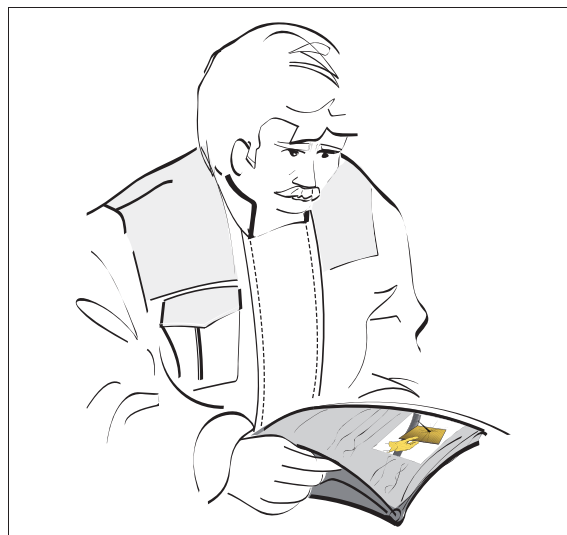

Fig. 1.
- haber leído y comprendido todo este manual — consulte siempre con el concesionario si se tiene cualquier duda o no se entiende alguna parte del manual *fig. 1*